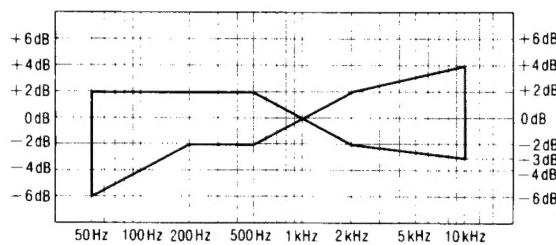

Abb. 7
- Das in Schritt 2 aufgezeichnete Signal wiedergeben und prüfen, ob der Pegel jeder Ausgangsfrequenz im Bereich liegt, der in Abb. 7 im Vergleich zur Referenzfrequenz (1kHz) gezeigt wird.